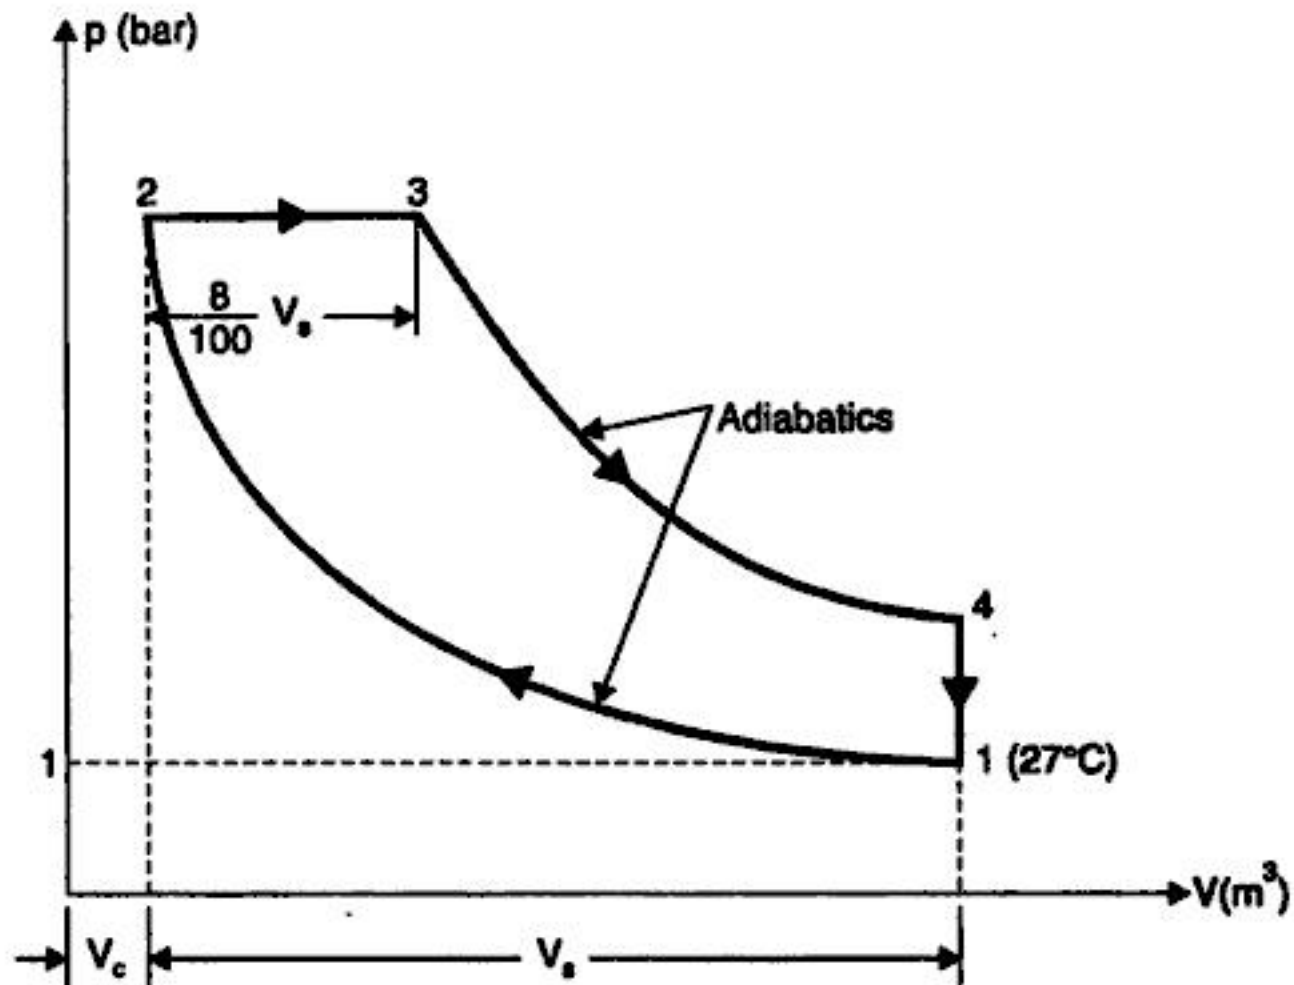

Fig. 3.17
**Solution.** Refer Fig. 3.17.